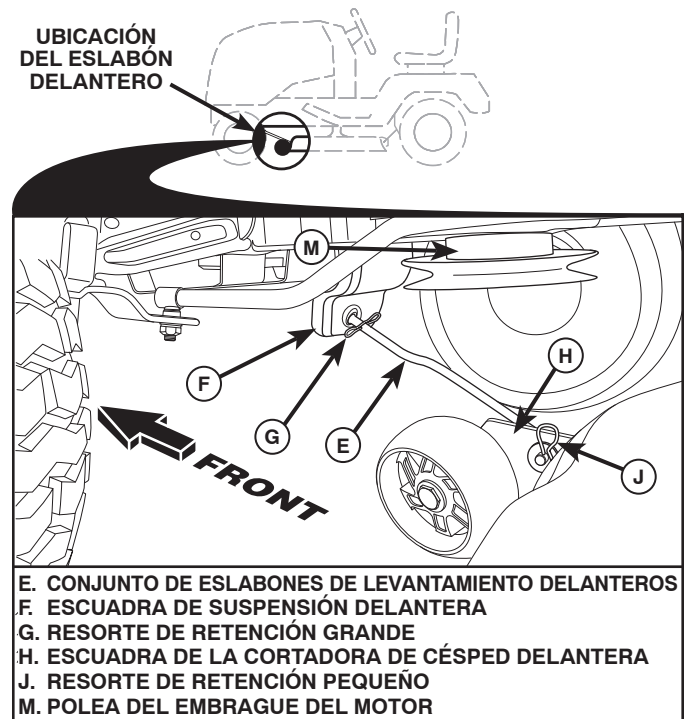

Fig. 31
## 8. INSTALE EL ESLABÓN DELANTERO (E) (Vea Fig. 31)
- Desde la parte delantera del tractor, inserte el extremo de varilla del eslabón delantero (E) a través del agujero delantero de la escuadra de suspensión delantera del tractor (F).
- Muévase hasta el lado izquierdo de la cortadora e inserte un resorte de retención grande (G) a través del agujero del eslabón delantero (E) detrás de la escuadra de suspensión delantera (F).
- Inserte el otro extremo del eslabón (E) en el agujero de la escuadra derecha de la cortadora de césped (H) y asegure con una arandela y un resorte de retención pequeño (J).